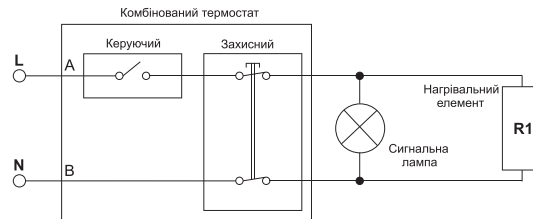
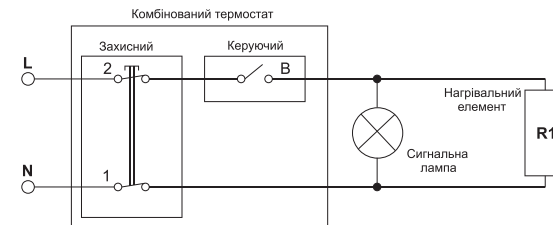

Рис. 7. Схема електрична для моделей E-series, O'Pro, EGO, O'Pro+, O'ProP
Рис. 8. Схема електрична для моделей Steatite (N3CME, N4C (E)).
Підключення моделей E-Series, O'Pro, EGO, O'Pro+, O'ProP (рис. 7):
Підключення моделей O'Pro (PC) (рис. 7) та та моделей D400-2-BC, EXPERT, TURBO (рис. 8, 9, 10):